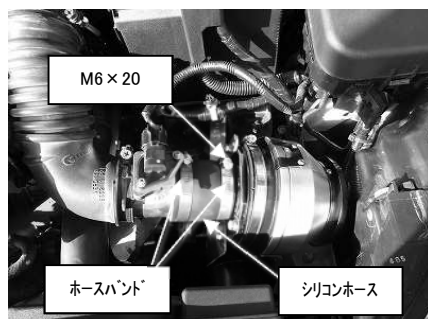

図 16
10) エアフロパイプ、組み立てたアタッチメントを車両に取り付けます。図 16 参照